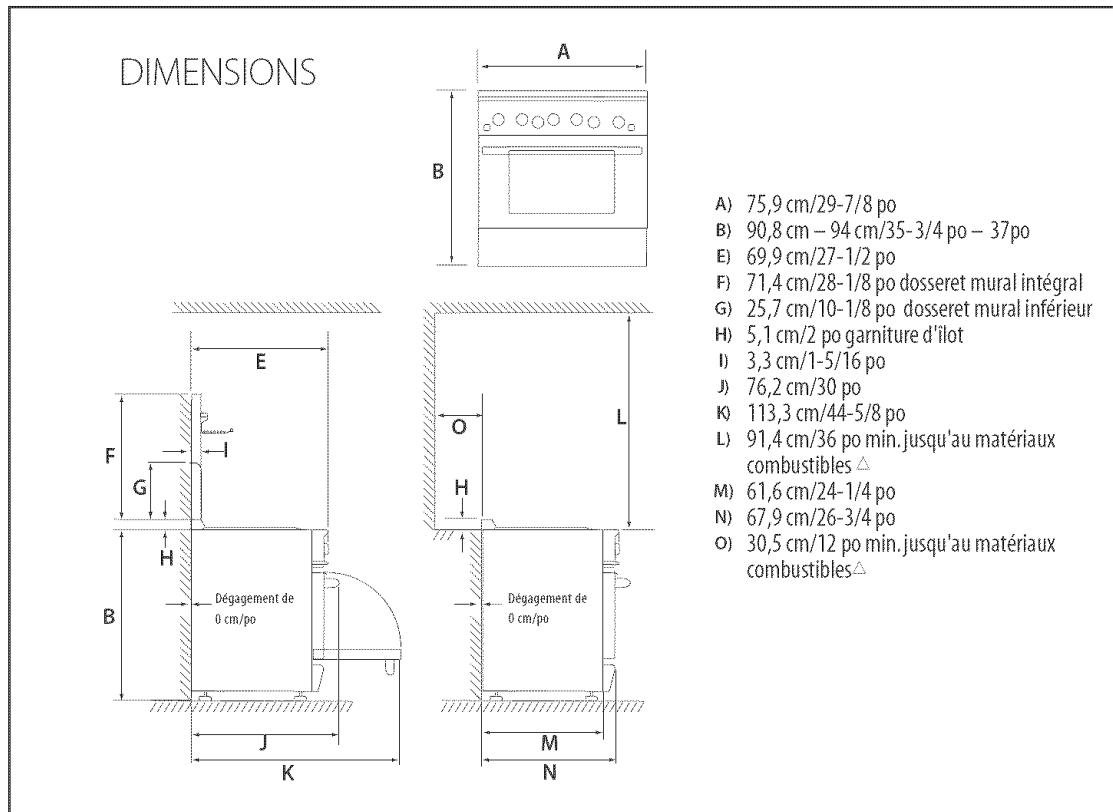

FIG. 5
2. La cuisinière peut être placée de diverses façons par rapport au devant d'une armoire : celle-ci peut affleurer ou dépasser l'appareil, selon la profondeur du comptoir (voir Fig. 5, page 6).
6. Vous devez installer un dossier DCS (voir Fig. 5) si le dégagement entre les matériaux combustibles et le bord arrière de la cuisinière (au-dessus de la surface de cuisson) est inférieur à 30,5 cm/12 po. La cuisinière comporte une garniture d'ilot comme équipement standard. Les figures 5 indiquent les espaces requis pour chaque type de dossier.